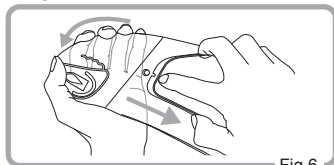

Fig.6
2. Ta bort Pinlock® insättningslins original från excentersprintarna genom att böja på visiret. (Fig.6)